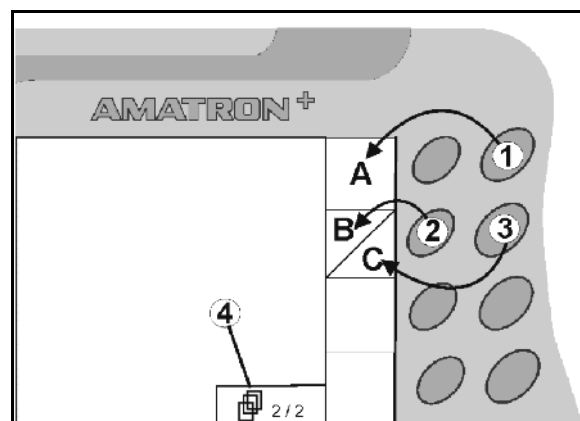

Fig. 7
- Hvis det bare vises kvadratiske felt på displayet, er det bare høyre tast (Fig. 7/1) som er tilordnet funksjonsfeltet (Fig. 7/A).
- er den venstre tasten (Fig. 7/2) tilordnet funksjonsfeltet oppe til venstre (Fig. 7/B).
- er den høyre tasten (Fig. 7/3) tilordnet funksjonsfeltet nede til høyre (Fig. 7/C).
• Bla i flere menysider (bare mulig når symbolet (Fig. 7/4) vises på displayet) • Programmeringsmeny for multifunksjonsspaken